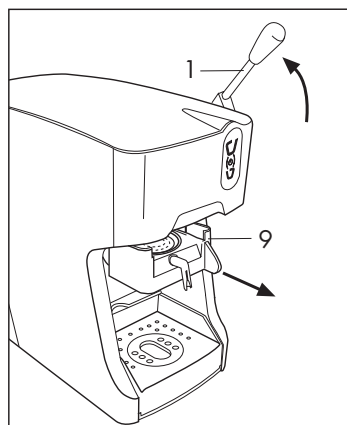

Fig. 14
Dopo ogni erogazione attendere almeno 4 secondi prima di aprire la leva (1), quindi estrarre il portacialda (9), tirandolo dal manettino fino a fine corsa, per togliere la cialda esausta. (Fig. 14)